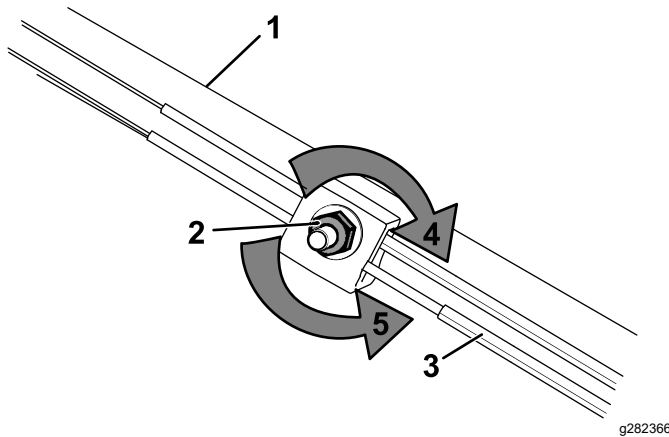

Figura 49
1. Gire la tuerca de ajuste en sentido antihorario para aflojar el ajuste del cable (Figura 49).
2. Ajuste la tensión del cable (Figura 49) tirando del mismo hacia atrás o empujándolo hacia adelante, y sujételo en esa posición.